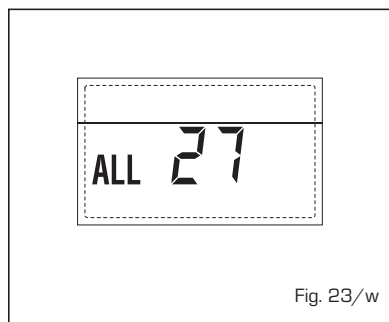

Fig. 23/w
- COMPATIBILITY INPUT (S3) ANOMALY ONLY FOR SYSTEM 7 "ALL 28" (fig. 23/y)